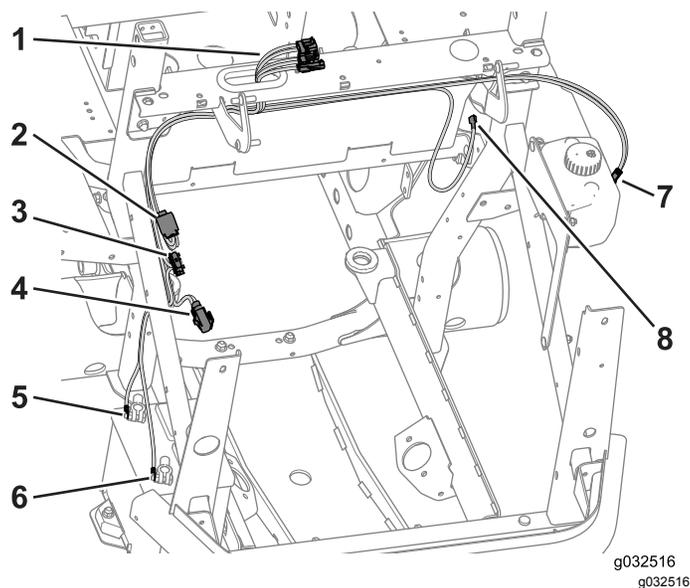

Figura 39
1. Disponete i 3 connettori della cabina attraverso il gommino (Figura 39).
2. Disponete il filo di alimentazione ausiliaria attraverso il supporto del telaio, verso il basso lungo il tubo del ROPS e verso i comandi dell'operatore (Figura 39).
3. Disponete il filo di lavaggio attraverso il supporto del telaio, verso il basso lungo il tubo del ROPS e verso il serbatoio di lavaggio (Figura 39).